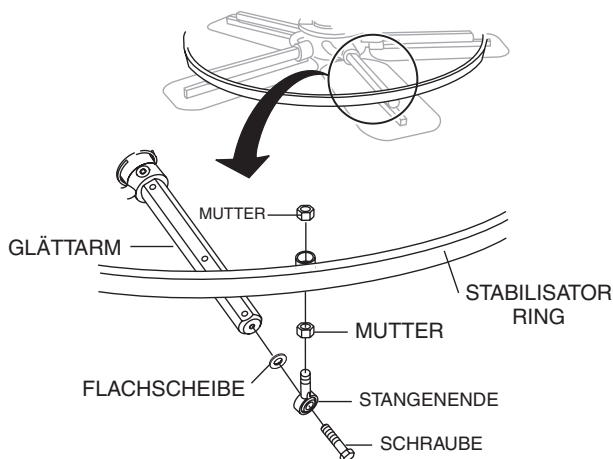

Abbildung 35. Stabilisatorring (Stabilisatorring)
1. Entfernen Sie die Befestigungselemente des Stabilisatorrings auf dem Flügelglätterarm (Abbildung 35).